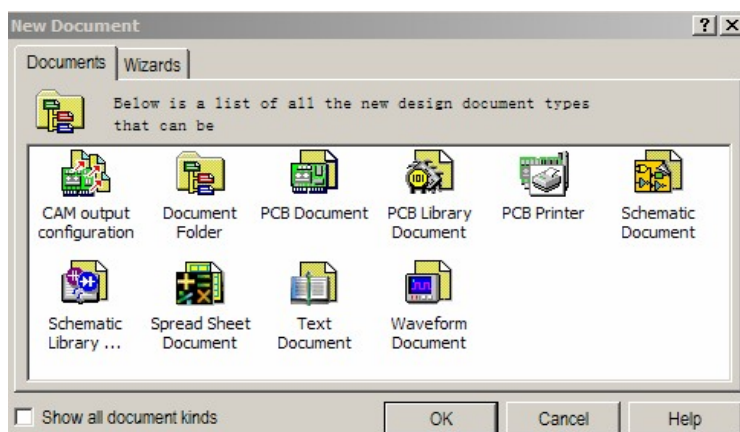

图 1-3 新建文档对话框
(1) 打开“Documents”文件夹：用鼠标左键双击 Documents 文件夹。
(2) 在工作窗口空白处单击鼠标右键，在弹出的快捷菜单中选择 New，或执行菜单命令 File\New。
(3) 在 New Document 对话框中选取图标  Schematic Document，如图 1-3 所示。用鼠标左键双击  Schematic Document，以 Sheet1.Sch 为默认名的原理图文件就创建好了。
(1) 执行菜单命令 File\New, 在 New Document 对话框中选取  图标, 如图 1-3 所示, 新建一个文件夹, 并命名为“WJJ”。
(2) 将光标移到要复制的文件 WYY.Sch 图标上, 单击鼠标右键, 在弹出的快捷菜单中选择 Copy 命令, 则该文件进入剪贴板中。
(3) 打开 WJJ 文件夹, 将光标移到工作窗口的空白处, 单击鼠标右键, 弹出快捷菜单。
(4) 选择 Paste 命令, 即可完成复制操作。